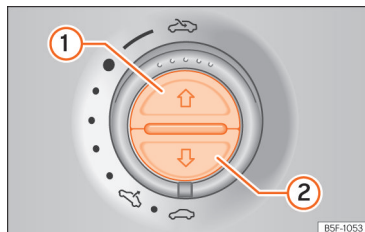

Abb. 112 Im Dachhimmel: Tasten des Sonnenschutzrollos.
- Taste »» **Abb. 112** ① kurz drücken.
• *Sonnenschutzrollo:* 5 Sekunden ab der Aktivierung des Einklemmschutzes verstreichen, drücken Sie die Taste »» **Abb. 112**  bis sich das Rollo vollständig schließt.